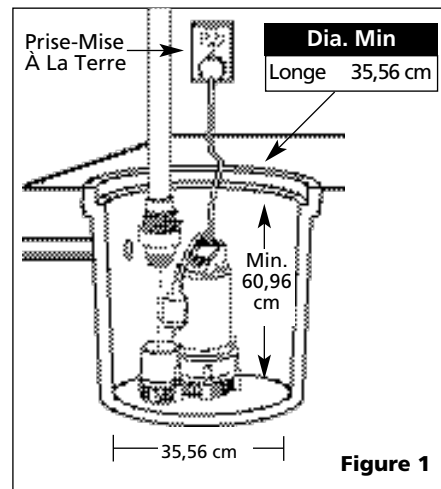

Figure 1
1. Installer la pompe dans une fosse de taille minimum indiquée ci-dessous. Construire la fosse de tuiles, béton, acier ou plastique (Voir Figure 1).